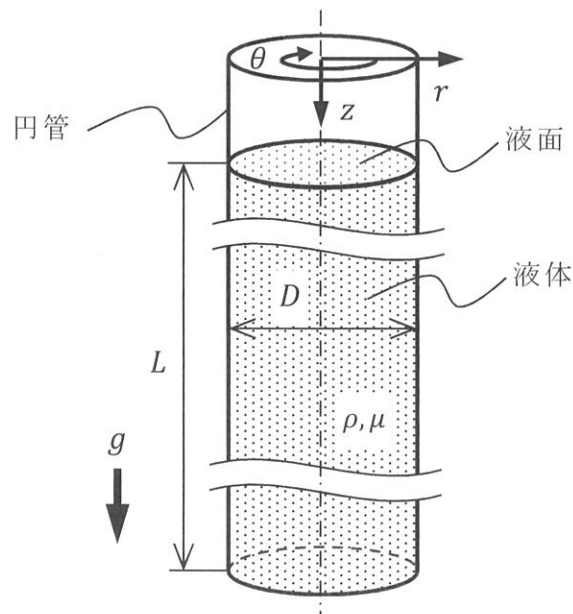

図 2
図 2 のように，円管内部を流れる液体を考える．液体の物性値は一定であり，密度と粘度はそれぞれ ρ と μ である．円管の上下端は開口しており，液体は重力で円管の下端から流出する．液体高さ L は円管の内径 D よりも十分に長い ($L \gg D$)．円筒座標系の原点を円管上端の中心にとり，半径方向に r 軸，周方向に θ 軸，円管の中心軸方向下向きに z 軸を定義する．各方向に対応する速度成分を u_r, u_θ, u_z とする．重力は z 軸方向のみに作用し，重力加速度を g とする．流れは軸対称であり，旋回しない．壁面において，滑りなし境界条件を満たす．流れは層流で十分に発達している．液面における圧力は大気圧 p_0 に等しい．周囲気体が液体の流れに及ぼす影響は無視できる．また，下端出口付近と液面付近における二次流れ，および表面張力の影響は無視できる．以下の設問に答えよ．
- (1) 一般に、定常状態における連続の式と z 方向の運動方程式は、円筒座標系では、以下のように与えられる。ここで、 p は圧力である。図2に示した系において、必要な項のみを用いて u_z を記述する微分方程式を示せ。